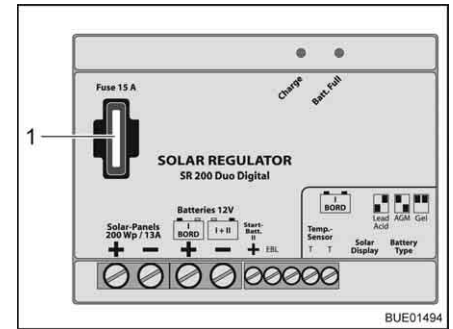

Fig. 150 Fusibile regolatore di carica del pannello solare 140/200 W
- Sostituire il fusibile piatto 15 A/blu (Fig. 150,1).